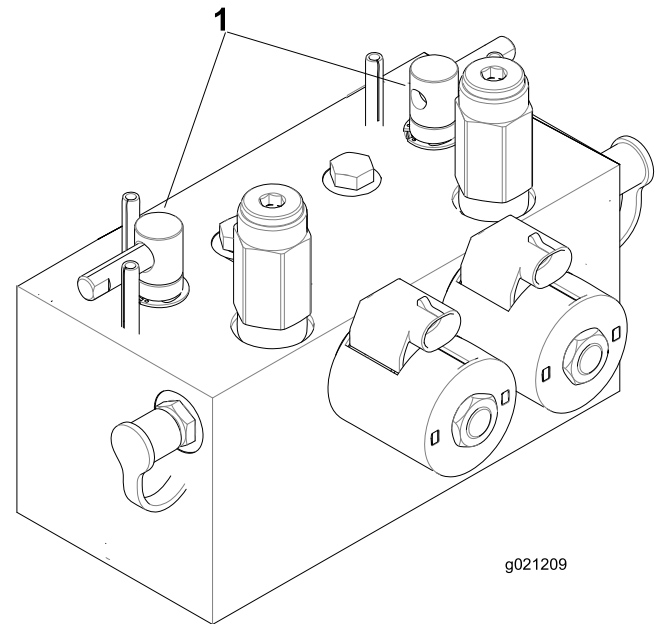

Figura 69
2. Desbloquee y levante el asiento para poder acceder a las palancas de autoafilado (Figura 69).
5. Seleccione la palanca de autoafilado correspondiente a los molinetes que desea autoafilar: delanteros, traseros o ambos (Figura 69).